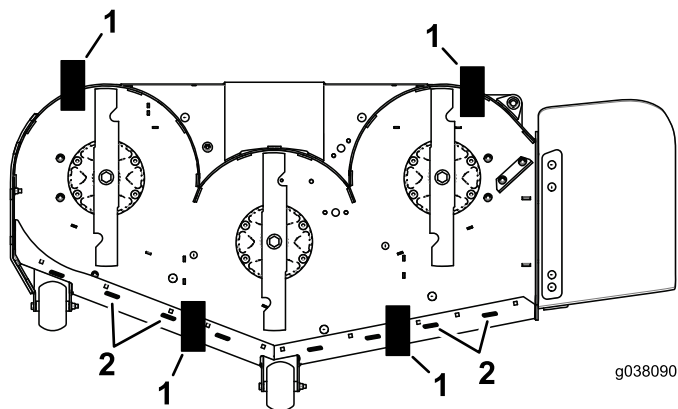

Figura 84
11. Coloque dois calços (ver Tabela de altura do calço e ancinho) debaixo da extremidade traseira da aba da plataforma de corte, um em cada lado da plataforma de corte (Figura 84).